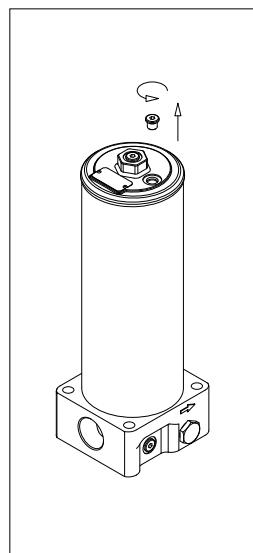

fig. 13
- (Fig. 13) Svitare il tappo di sfiato del LATO SPORCO (situato sul piano targhetta)